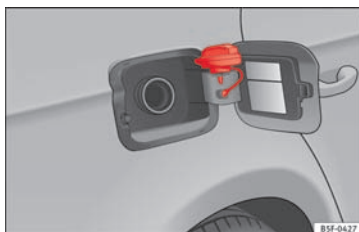

Fig. 59
- Placer dækslet i udskæringen, der befinder sig i hængslet på den åbne tankklap » Fig. 59.